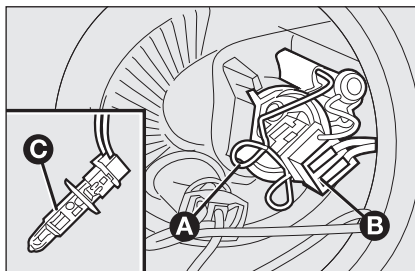

fig. 22
- ☐ desenganche la tenacilla de sujeción de la lámpara **A-fig. 22**;